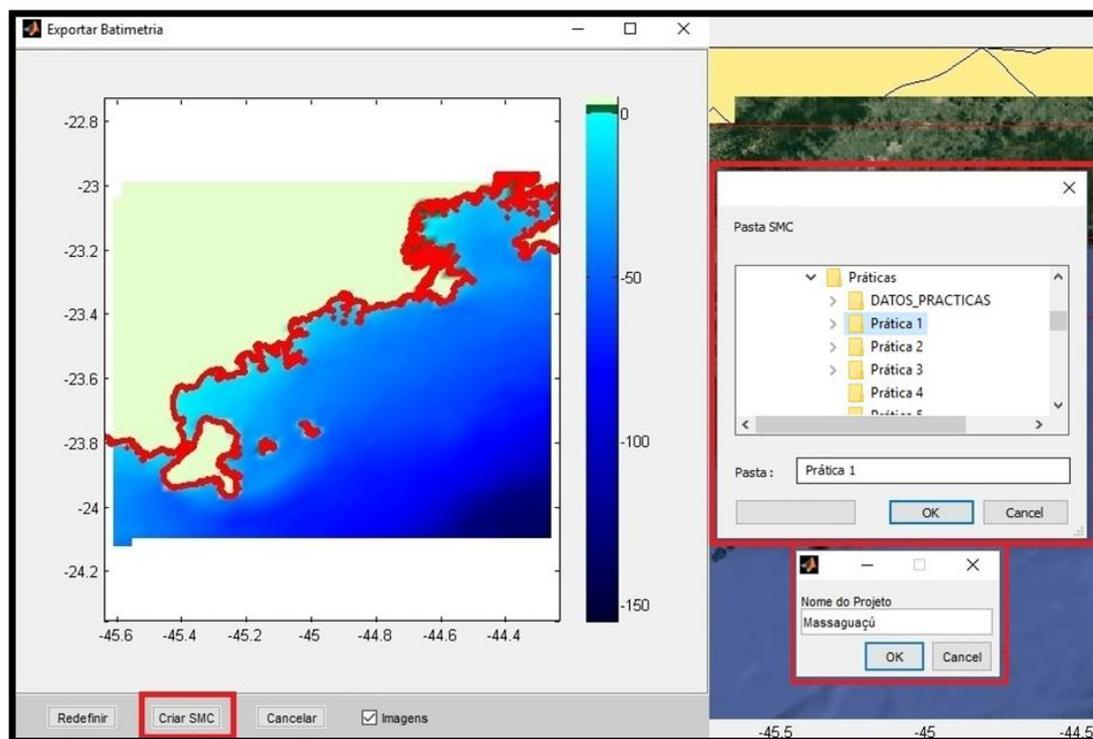

Figura 6 – Criar projeto no SMC.
- 9) Ao clicar em “Criar SMC” aparece uma nova janela, selecionar o diretório onde se deseja criar o projeto e em seguida outra janela será aberta, a qual pedirá nome do projeto. Dê o nome de **Massaguacu** (Figura 6). **IMPORTANTE: Não se deve salvar o projeto na pasta indicada (C:\Arquivos de Programas(x86)\SMC Brasil) mas sugere-se salvar em “C:” ou “C:\Praticas\Pratica1” (pastas Praticas\Pratica1 criada pelo usuário) para facilitar no andamento da modelagem.** Ao clicar “Ok” se transfere toda a informação da base de dados da área de trabalho selecionada do SMC Tools ao SMC 3.0; procedimento que pode ser demorado, dependendo da memória RAM do computador. Transfere-se os arquivos das imagens no formato [.png], os pontos batimétricos digitalizados das cartas náuticas (polígonos [.xyz]) e as linhas de costa (arquivos de contorno mar-terra) em [.bln];